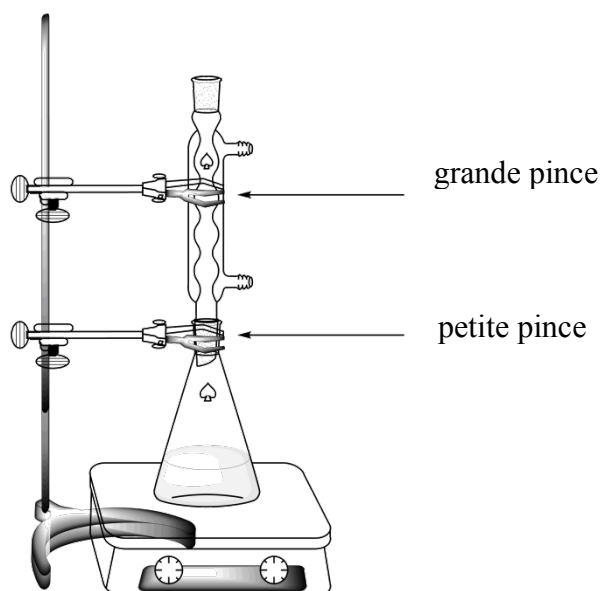

Figure 1. Montage de chauffage au reflux du mélange réactionnel
4. **Adapter** le réfrigérant en desserrant la grande pince et en ajustant les rodages (voir figure 1). **Lever** la carte « HELP ». Un assistant de laboratoire viendra ouvrir le robinet d'eau et mettre en route la plaque chauffante.
2. À l'aide du montage à reflux (voir figure 1), **recristalliser** le produit brut présent dans l'ermeneyer rodé de 50 mL en utilisant la quantité nécessaire du mélange eau-éthanol préalablement réalisé. **Lever** votre carte « HELP ». Un assistant de laboratoire viendra ouvrir le robinet et mettre en route la plaque chauffante. Si nécessaire, **ajouter** du solvant par le haut du réfrigérant.